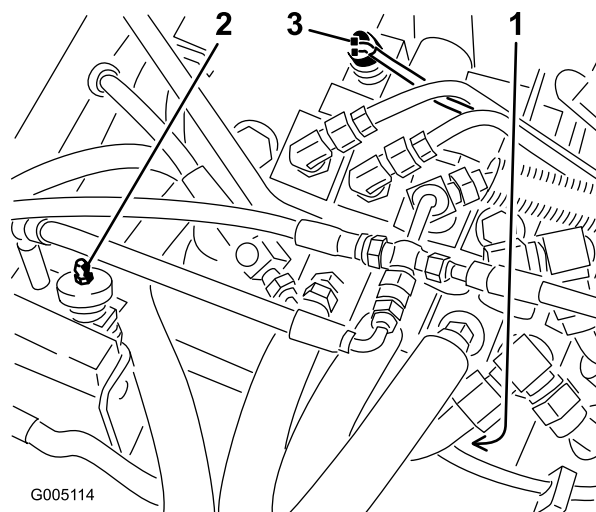

Figure 39
2. Enlevez la protection sur le bouton du contacteur (Figure 39) et mettez-la de côté afin de la remettre sur le contacteur de rechange. Débranchez les connecteurs du contacteur.
2. Débranchez les connecteurs du contacteur de déplacement installé dans le couvercle sur la section du tiroir de sélection (Figure 39).
2. Débranchez les connecteurs à l'extrémité du contacteur de tonte/relevage installé dans le couvercle du distributeur (Figure 39).